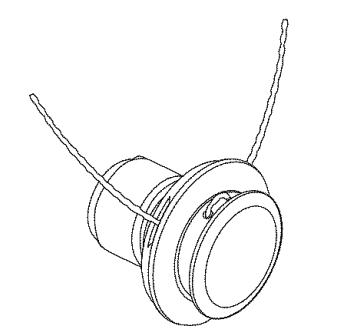

Fig. 12
- Empuje y/o tire de la línea de modo que ésta se ajuste al cabezal central y quede completamente extendida a través de los túneles de colocación. (Fig. 12)